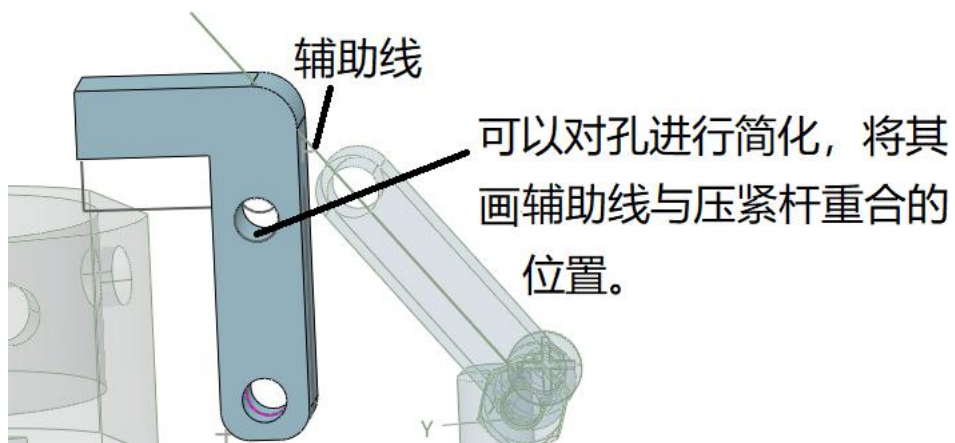

图 15-5 压紧杆激活
(4) 激活压紧杆。鼠标左键双击压紧杆，进行激活，可以对其进行修改，如图 15-5 所示。